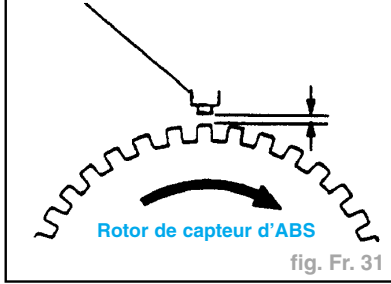

fig. Fr. 31
- Vérifier le jeu entre le capteur de vitesse de rotation de la roue et le rotor de capteur (fig. Fr. 31).